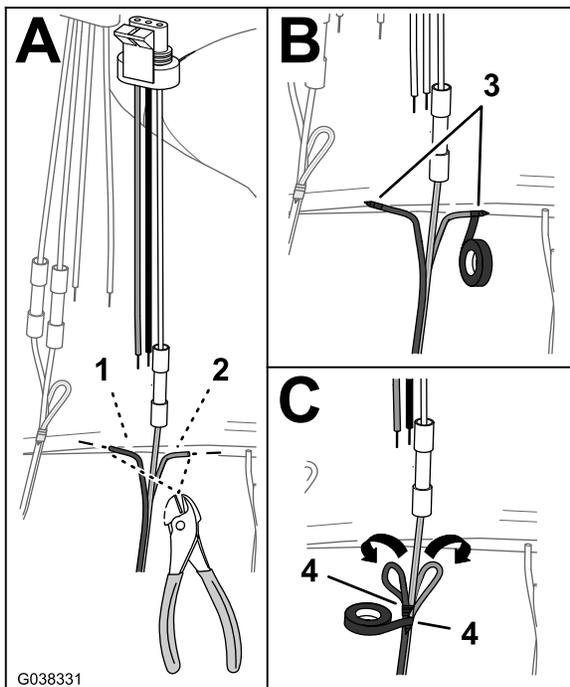

図 44
- A. 茶色線と青色線を絶縁被覆と面一に切断する 図 44。